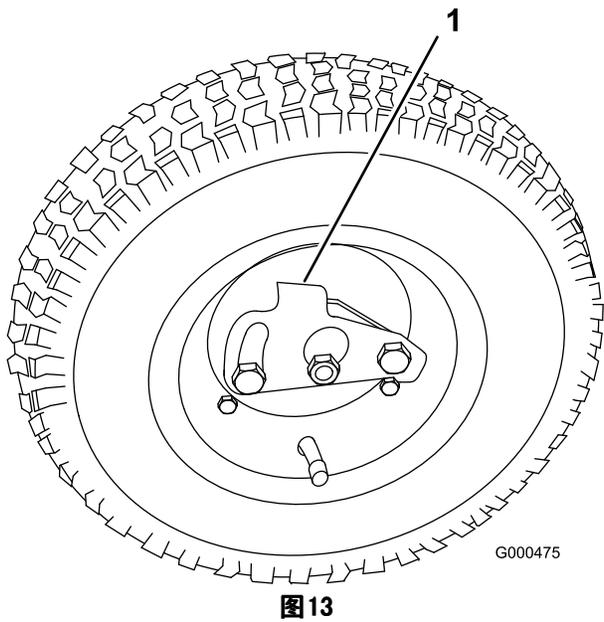

图13
2. 将行走轮锁定夹压向轮的中心，然后将行走轮滑到六角轴上 (图13)。